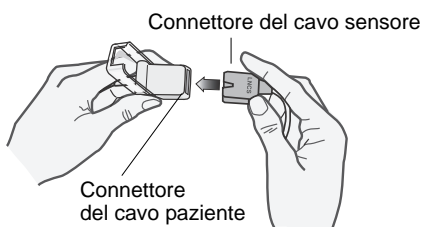

Figura 5
- Sollevare il coperchio protettivo di plastica trasparente dall'estremità femmina del corrispondente cavo paziente, quindi inserire completamente il connettore maschio del cavo del sensore nel connettore del cavo paziente (vedere Figura 5).
6. Sollevare il coperchio protettivo di plastica trasparente dall'estremità femmina del cavo paziente, quindi inserire completamente il connettore maschio del cavo del sensore nel connettore del cavo paziente (vedere Figura 5).